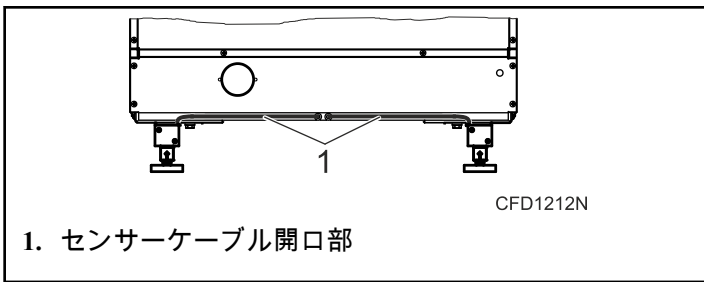

図 9
7. センサーケーブルをケーブル固定具で用意された開口部に取り付けます。図9を参照してください。